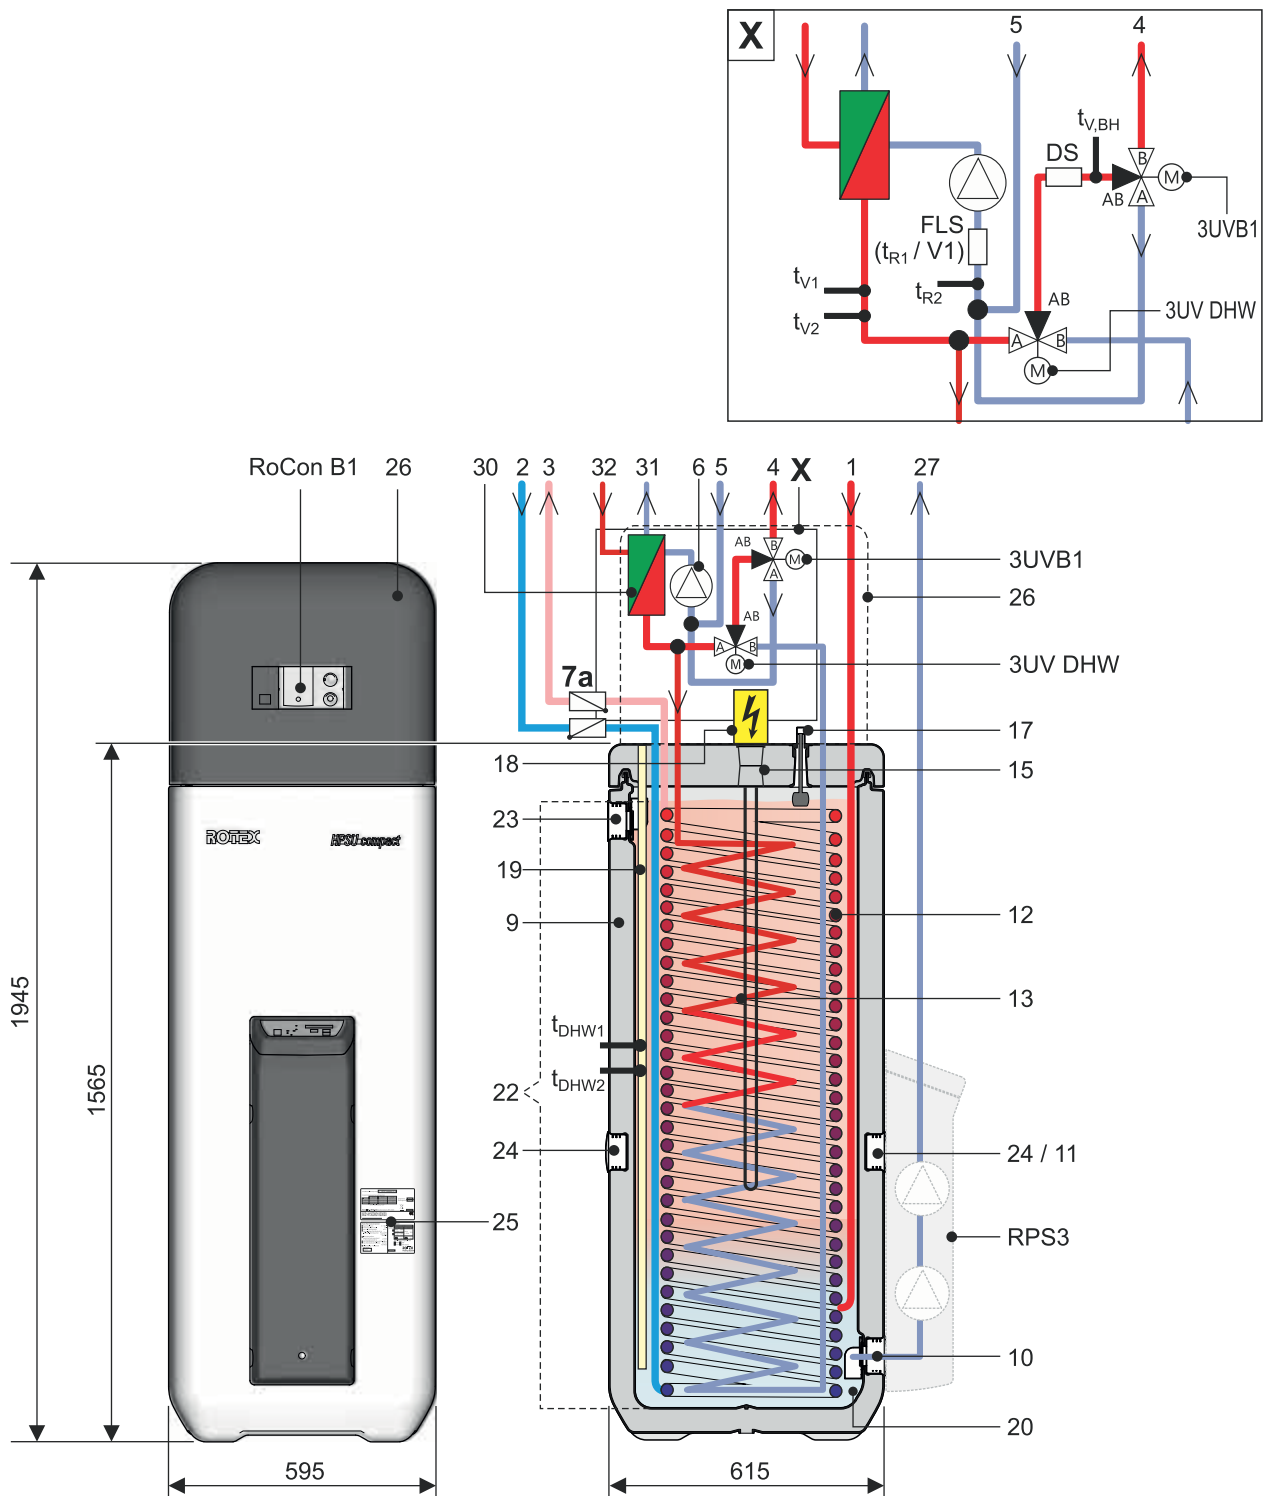
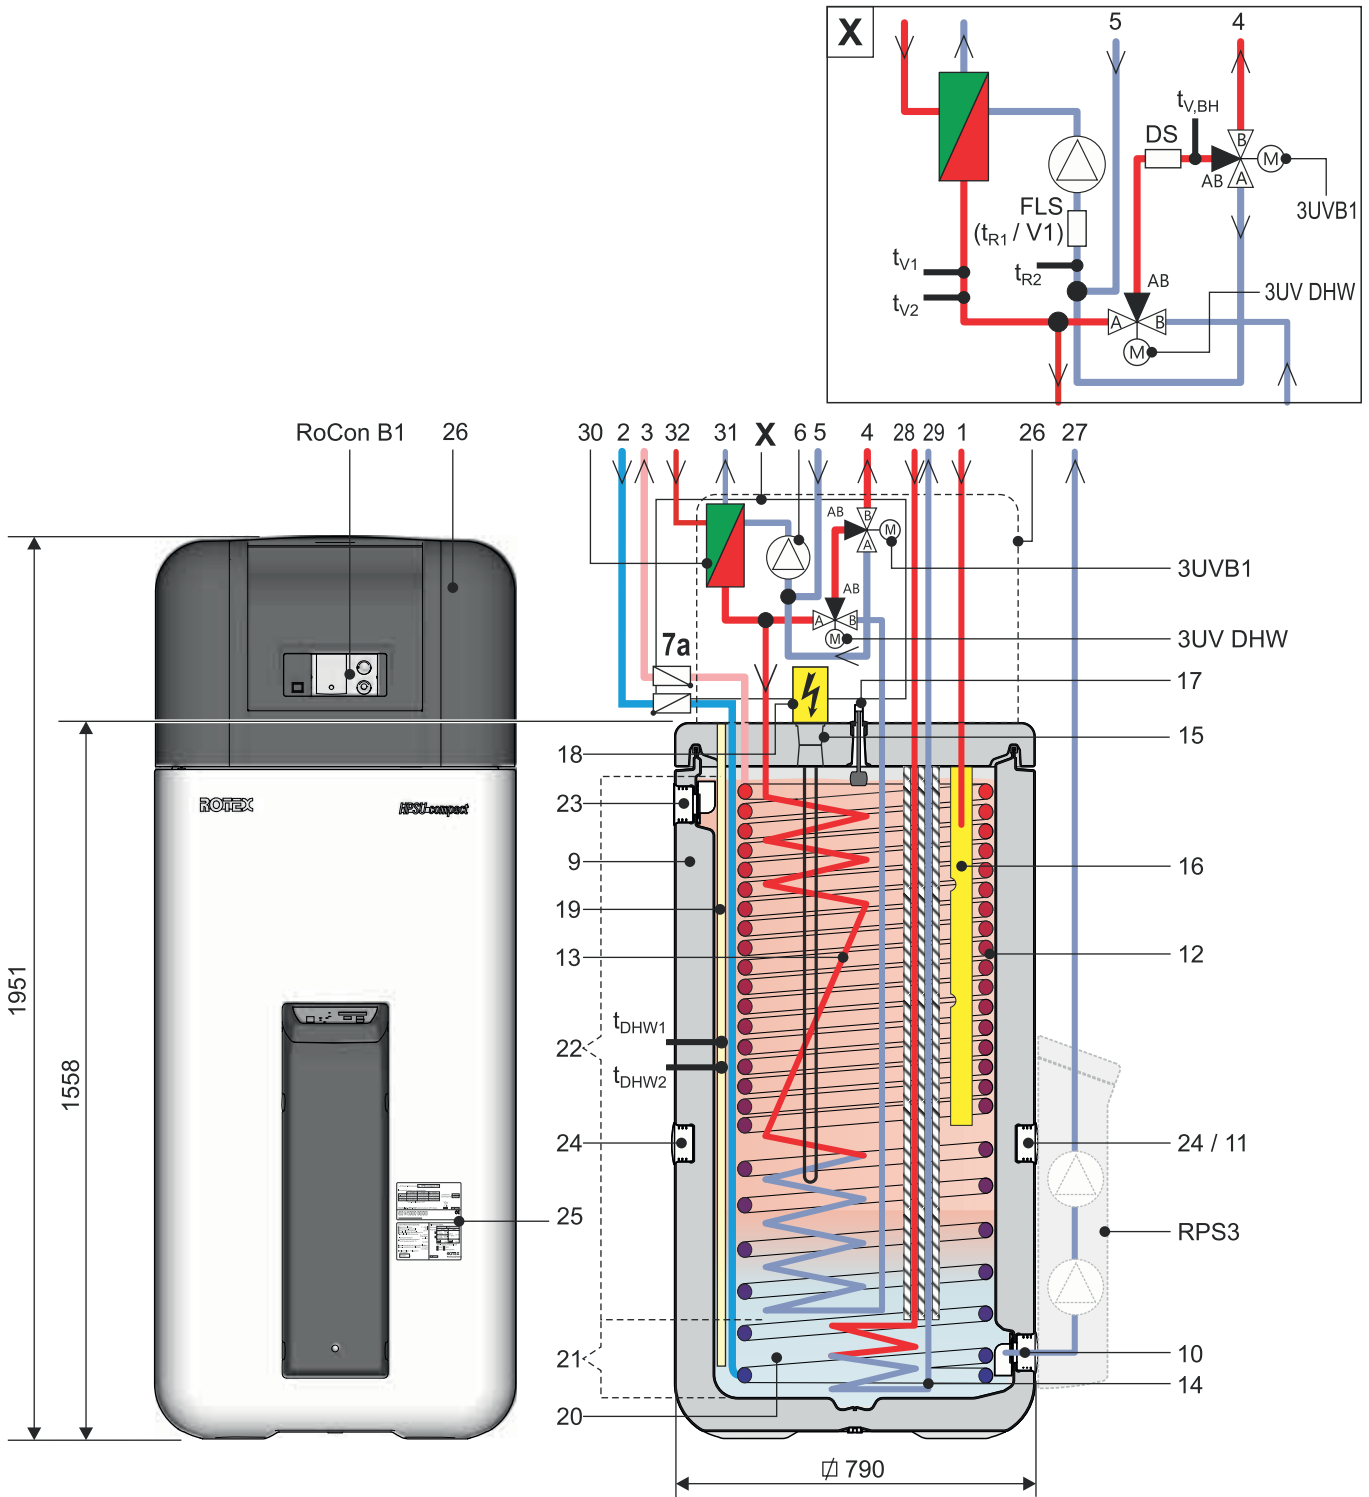

Bild 3-2 Aufbau und Bestandteile ROTEX HPSU compact 304/308 DB (Außenansicht und Innenaufbau)
Bild 3-5 Aufbau und Bestandteile ROTEX HPSU compact 508/516 BIV (Außenansicht und Innenaufbau)
Tab. 3-1 Legende zu Bild 3-2 bis Bild 3-5
- Am Speicherbehälter die Abdeckblenden (Bild 4-4, Pos. B) abziehen und die Gewindestücke (Bild 4-4, Pos. F) aus den Öffnungen herausdrehen, an welchen die Handgriffe montiert werden sollen (Bild 3-2 bis Bild 3-5, Pos.24).